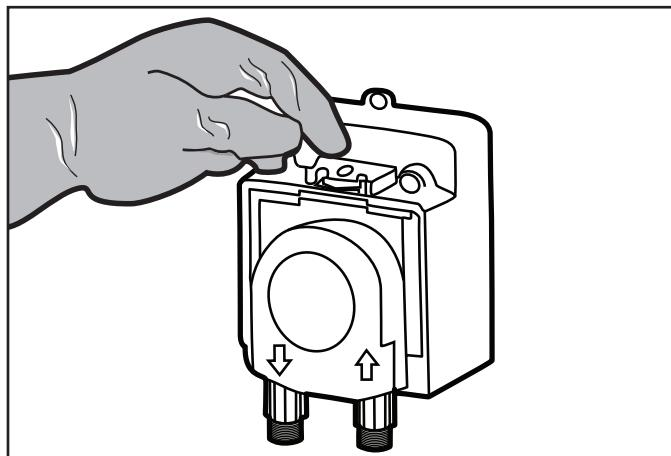

Figura 17. Desatrancar el pestillo de la tapa
2. Extraiga el tornillo de seguridad Phillips del pestillo. Deslice la lengüeta vertical 180 grados de izquierda a derecha para desatrancar el pestillo de la tapa. Consulte la Figura 17.